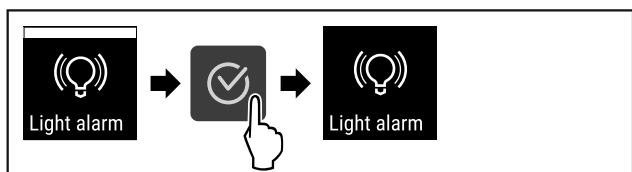

Fig. 98
- ▶ Vykonaťte kroky akcie (pozri Fig. 98) .